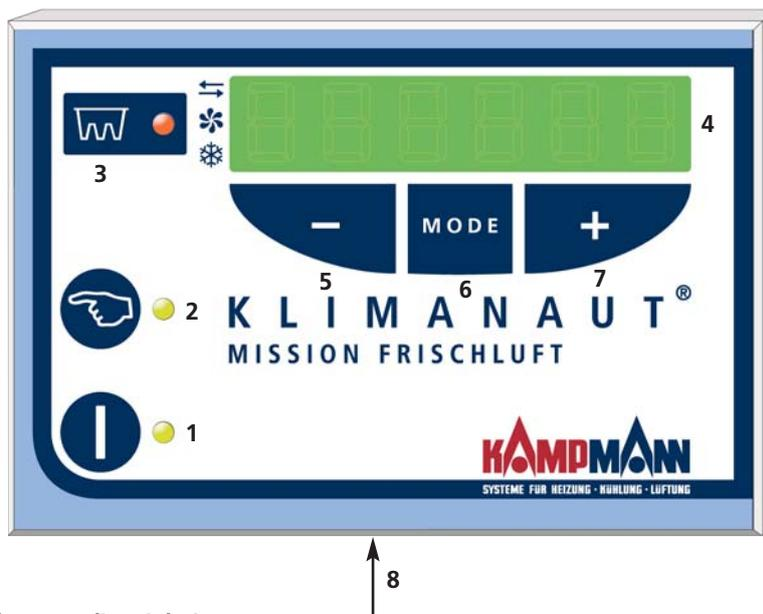

Abb. 17: Bedieneinheit
Abb. 17 zeigt die Bedieneinheit. Die Tasten sind mit folgenden Funktionen belegt:
**4** Display; die LED an der linken Seite zeigt die Funktion an, s. auch Abb. 17: